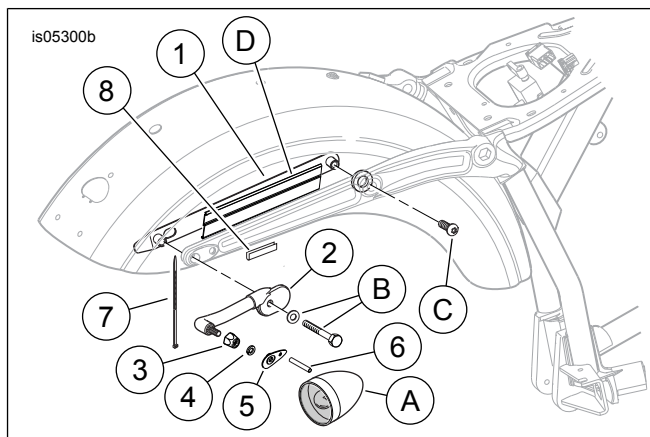

Figure 4. Pièces détachées, kit de repositionnement de feu de direction arrière Dyna
Voir Figure 4 et Tableau 1.
1. **Pour l'installation des pneus larges** : Voir Figure 4. Couper deux morceaux du tube thermorétractable (6) en deux morceaux de même longueur. **Pour tous les autres modèles** : Voir Figure 4. Couper un morceau du tube thermorétractable (6) en deux morceaux de même longueur.